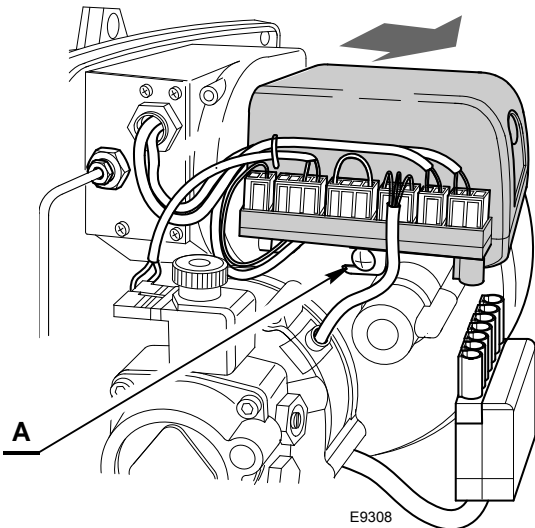

Abb. 13
Bei den Zweirohr-Unterdruckanlagen (Abb. 13) empfehlen wir, die Ölrücklaufleitung in gleicher Höhe wie die Saugleitung im Tank enden zu lassen. Es kann auf ein Fußventil in der Saugleitung verzichtet werden.
- stecken Sie zu erst alle Komponenten ab, lockern Sie die Schraube A) (Abb. 13) und drehen Sie sie in Pfeilrichtung.